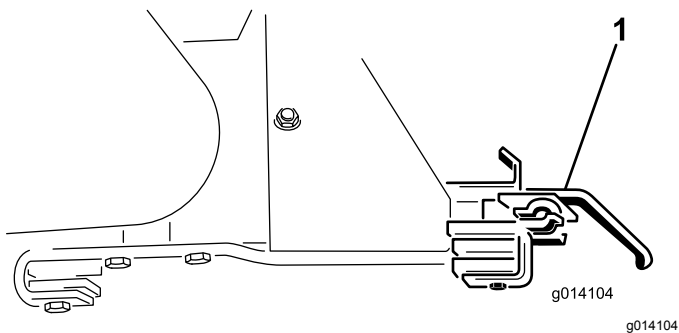

Figura 59
- Retire los 2 soportes del accesorio (Figura 59).